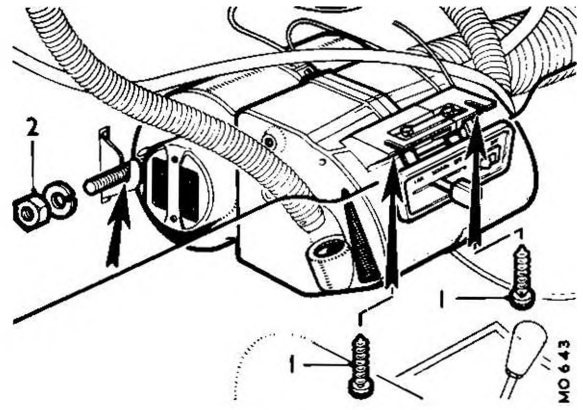

Fig. Rb.1
- (4) Rimuovere le due viti (1) che fissano la parte anteriore del riscaldatore ed allentare il dado (2) che ne fissa la parte posteriore (Fig. Rb.1).
- (5) Scollegare i cavetti elettrici dallo elettroventilatore e dall'interruttore di comando.
- (6) Scollegare i tubi dell'acqua; tappare i tubi del radiatore con le dita e rimuovere il riscaldatore dalla vettura. Scaricare il refrigerante.